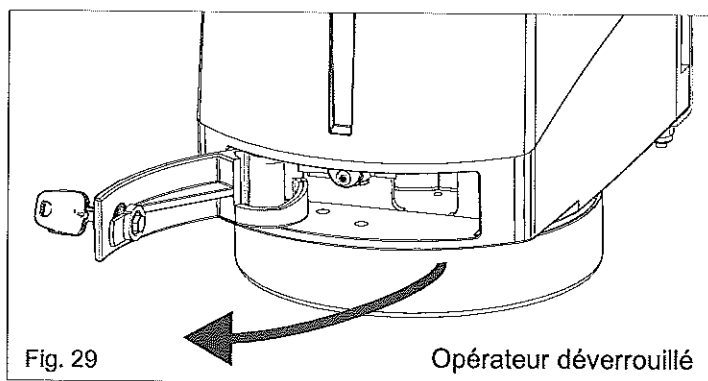

Fig. 29
- Tirer le levier de déverrouillage jusqu'à la battue, 90° environ (Fig.29).